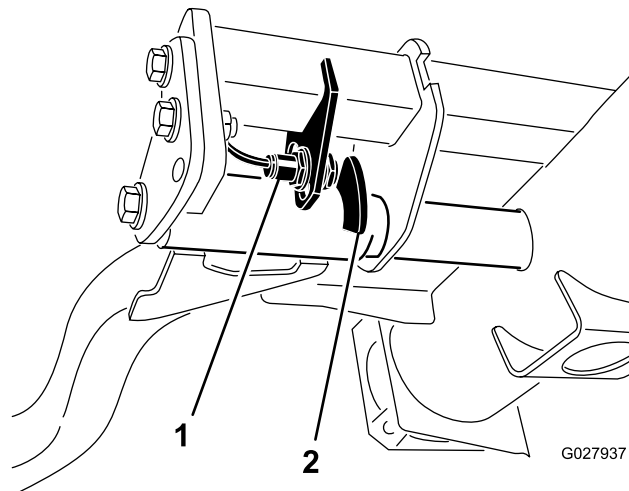

Figura 36
2. Afloje los tornillos de montaje del interruptor del brazo de elevación (Figura 36) y mueva el interruptor
Nota: El interruptor está situado debajo del depósito hidráulico y detrás del brazo de elevación delantero derecho (Figura 36).